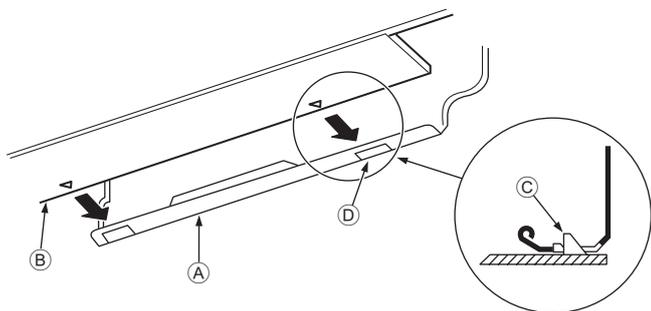

Fig. 3-10
3. Вставляючи трубу холодоагенту та дренажний шланг у пробитий в стіні отвір (гільзу-проходку для стіни), підвісьте верх внутрішнього блока на монтажну плату ①.
5. Закріпіть внутрішній блок, штовхаючи його нижню частину в монтажну плату ①. (Fig. 3-10)
* Переконайтеся в тому, що ручки внизу внутрішнього блока надійно закріплені на гачку монтажної плати ①.